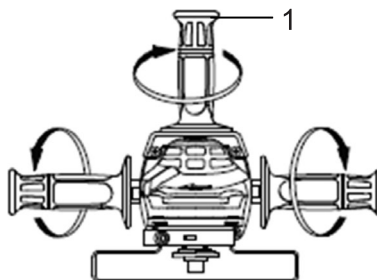

Рис. 7
У модели AG 2523E дополнительная боковая рукоятка может быть установлена в трёх положениях (1) (Рис. 7). Установите боковую рукоятку в выбранном положении и закрутите до упора.